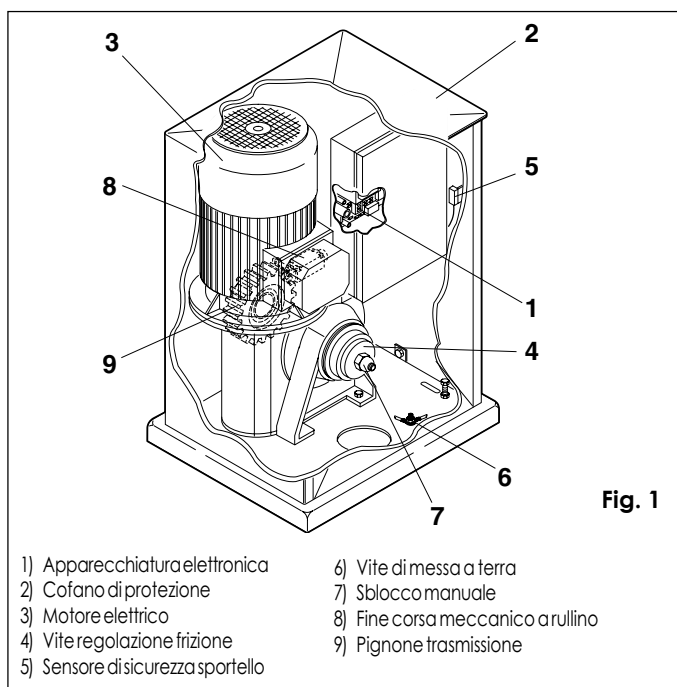
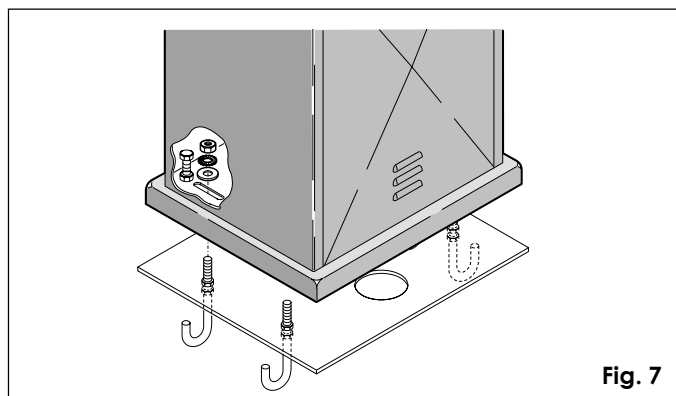

Fig. 1
Fig. 7
- 1) Togliere il cofano di protezione (fig. 1-rif. 2) e posizionare il motoriduttore sulla piastra di fondazione. Inserire, ma non serrare, la rondella, la groweer e il dado come da fig. 7.